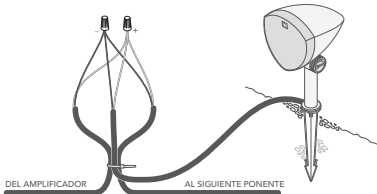

Figura 7
8. Corte los dos cables correctos para el altavoz izquierdo o derecho (consulte las tablas a continuación) y pele 3/4 de pulgada de aislamiento en los extremos expuestos de los cables de entierro; a continuación, pele 3/4 de pulgada de aislamiento de los extremos del cable flexible del altavoz correspondiente (ver figura 7).
9. Cree un bucle de aproximadamente 10 pulgadas y utilice una brida de alambre para sujetar el bucle de alambre y el cable flexible del altavoz para proporcionar alivio de tensión (ver figura 7).